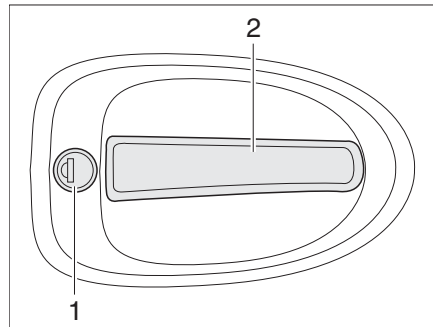

Fig. 40 Serrure de la porte cellule, à l'extérieur
- Insérer la clé dans le barillet (Fig. 40,1) et la tourner jusqu'à ce que la serrure de la porte soit déverrouillée.
- Tirer sur la poignée de la porte (Fig. 40,2). La porte est ouverte.
- Insérer la clé dans le barillet (Fig. 40,1) et la tourner jusqu'à ce que la serrure de la porte soit verrouillée.